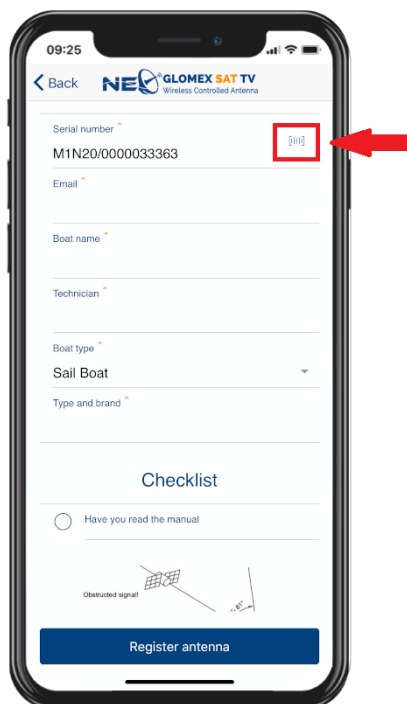

Fig. 47
- Cliquez sur le bouton du code à barres en haut à droite (Fig. 47), scannez le code à barres de la page 2 du manuel d'utilisation de votre antenne, sur la boîte de l'emballage, au dos de l'unité de contrôle et sur le disque parabolique. Pour finir, complétez les données manquantes et la liste de vérification de l'installation.